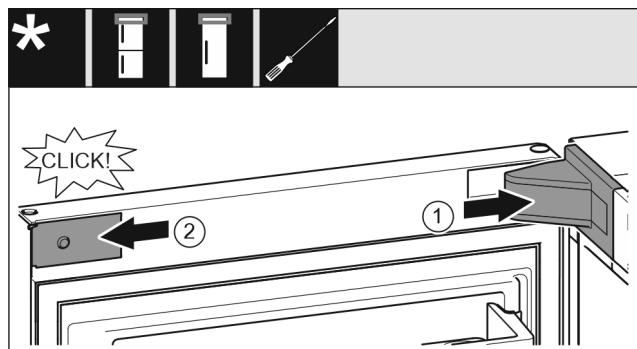

Fig. 20
- Poser et enclencher le cache du support de palier, l'introduire en appuyant délicatement. *Fig. 20 (1)*
- Mettre en place le cache latéralement et l'enclencher. *Fig. 20 (2)*